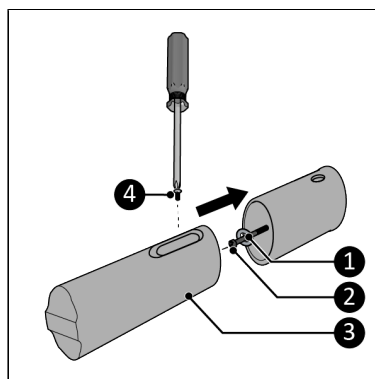

Figure 9.
6. Insérez les chevilles et les bagues accompagnant le produit (Figure 9, pos. 1).
7. Vissez les quatre supports muraux extérieurs avec des vis autotaraudeuses (Figure 9, pos. 2) et des bagues d'écartement (Figure 9, pos. 1) dans les quatre chevilles.
9. Fixez les quatre supports muraux intérieurs (Figure 9, pos. 3) aux supports muraux extérieurs à l'aide de petites vis (Figure 9, pos. 4) et d'un tournevis cruciforme.